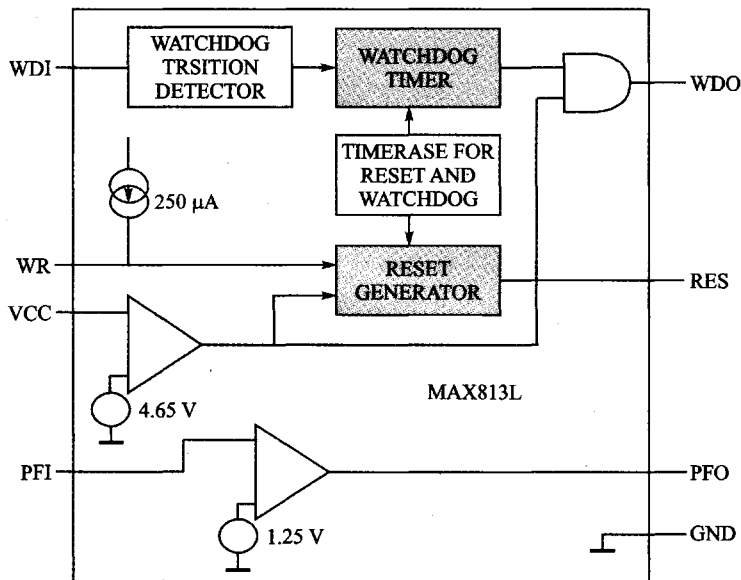

图 1.16 MAX813L 方框图
- 专用 WDT 集成电路。这种电路多如牛毛,比如 MAX813L 微处理器(up)监控电路(参见图 1.16: MAX813L 方框图)。这种电路减少了系统中监控电源及电池的功能所需元件个数,降低了复杂度。在实现看门狗基本功能的同时,还扩展了许多额外的功能,如低压检测复位等。相对于分立器件电路,这类器件在系统可靠性和精确度上有明显的改进。